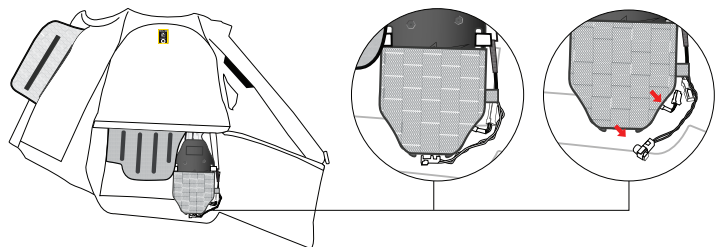

Figure 12
2. Accédez au boîtier du gonfleur (4) et débranchez le câble connecté à la batterie et le connecteur de l'amorce du gonfleur (Figure 12).